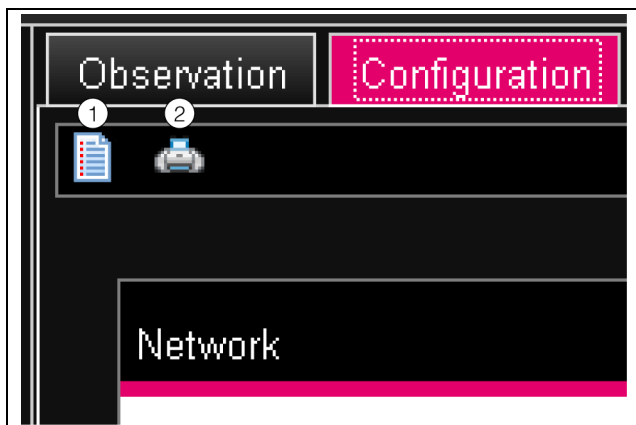

Fig. 31 : résumé des réglages actuels
Lorsque le système complet « Processing Unit » est sélectionné il est possible, avec les deux boutons de commande dans la partie supérieure de l'onglet **Configuration**, d'afficher (bouton de commande de gauche fig. 31, pos. 1) ou d'imprimer (bouton de commande de droite fig. 31, pos. 2) un résumé des réglages actuels.